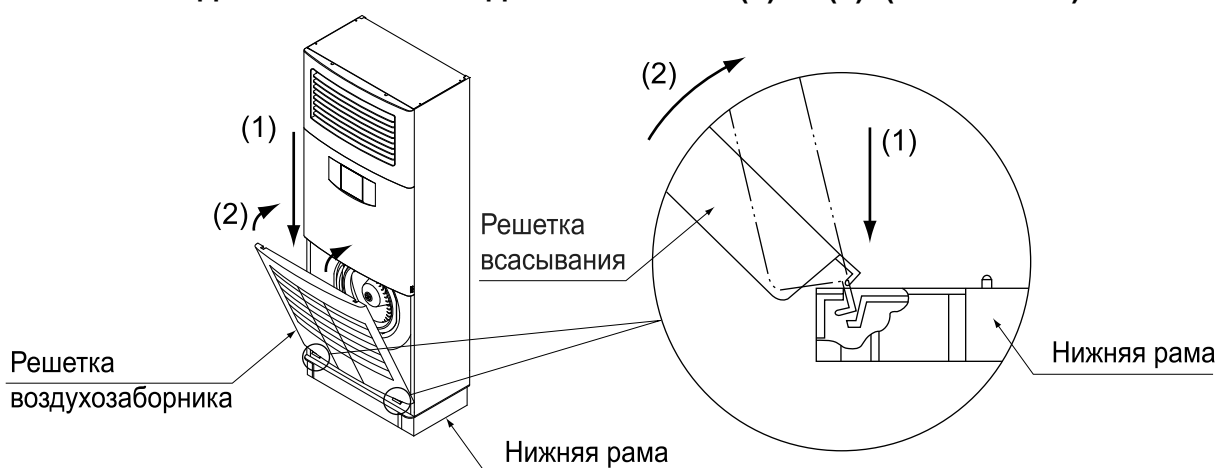

Рис. 40
1. Закрепите решетку воздухозаборника в углублении нижнего каркаса блока, выполняя движения в последовательности (1) → (2). (См. Рис. 40)